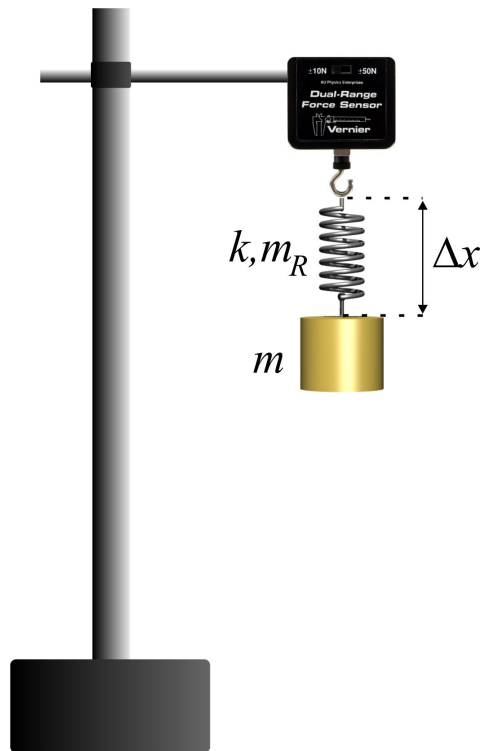

Figura 1: Esquema experimental propuesto
Se propone montar el dispositivo experimental que se muestra en la figura 1: un resorte de constante elástica k y masa m_R sujeto un sensor de fuerza con una masa m colgada en el extremo inferior del resorte.
- Utilizando el dispositivo de la figura 1, cuelgue una masa del resorte y sepárela levemente de su posición de equilibrio de modo de provocar un movimiento oscilatorio.